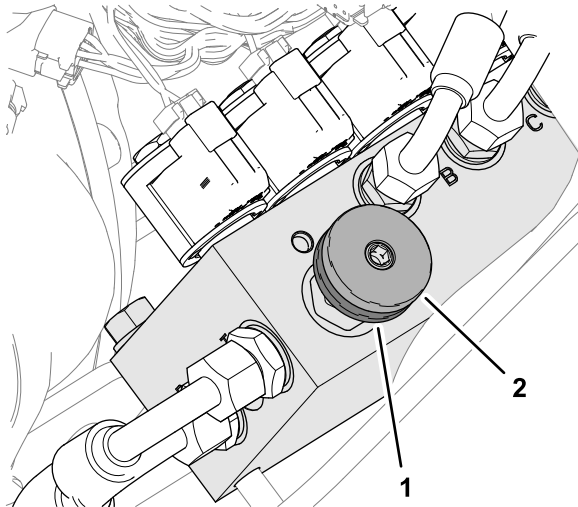

Bild 31
Aktivieren der Gewichtsverlagerung: Das Ausmaß der Gewichtsverlagerung kann je nach Einsatzbedingungen verstellt werden, indem Sie das Handrad für die Gewichtsverlagerung wie folgt drehen (Bild 31):
1. Lösen Sie die Sicherungsmutter des Ventils um eine halbe Umdrehung nach links und halten sie in dieser Stellung (Bild 31).
2. Drehen Sie das Ventilhandrad (Bild 31) nach links, um die Gewichtsverlagerung zu verringern, oder nach rechts, um die Gewichtsverlagerung zu erhöhen.